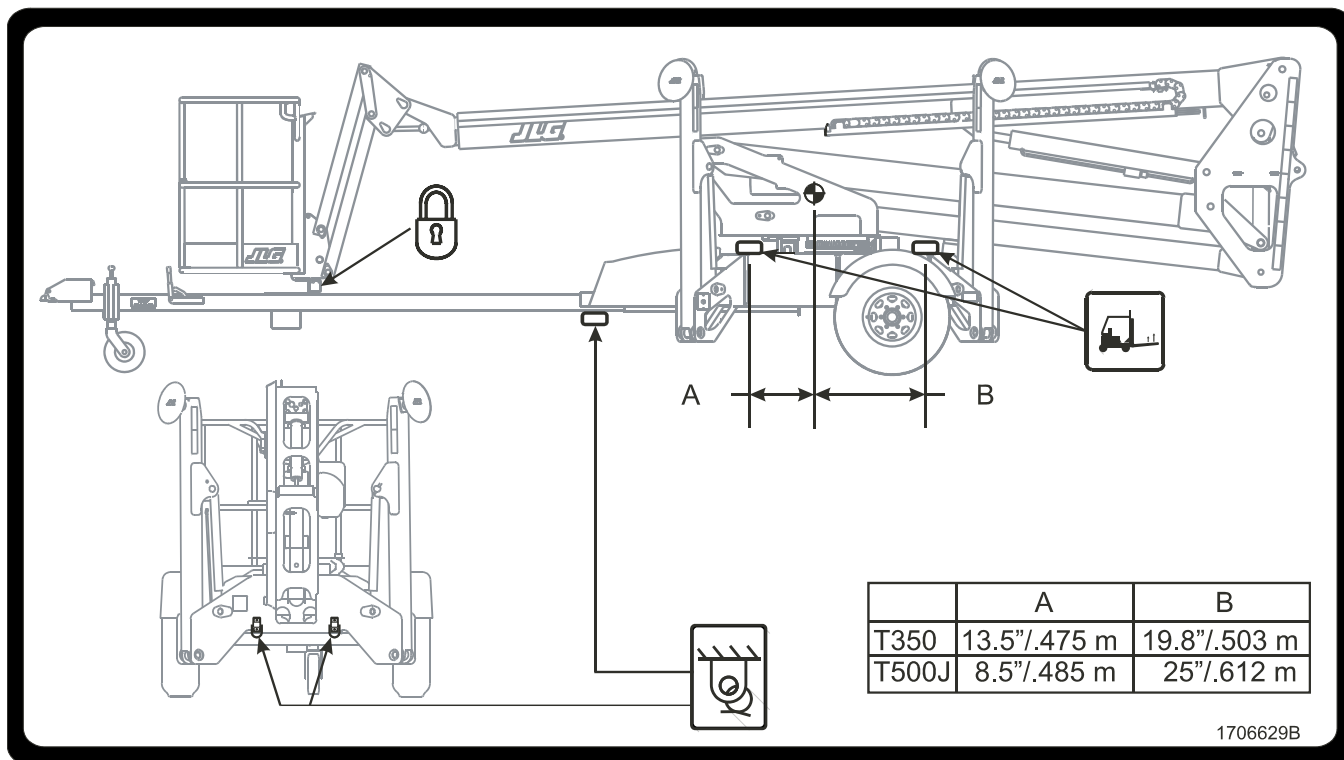

Figura 5-8. Quadro de Pontos de Içamento e Amarração do S/N 0030000864 até Atual
3. Prenda o chassi e a plataforma usando cintas ou correntes de resistência adequada e presas aos pontos designados de amarração. (Veja Figura 5-8.)